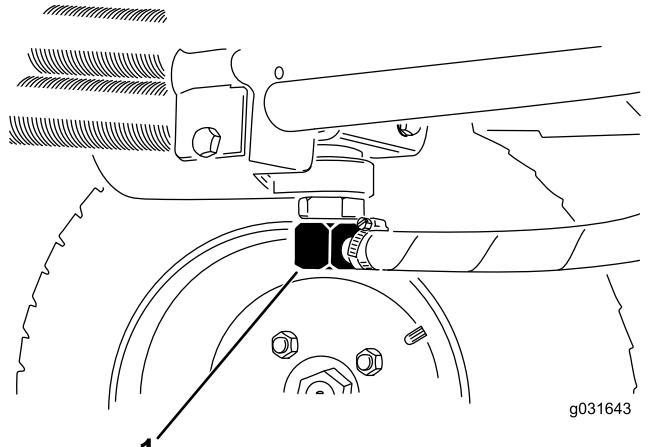

Bild 65
2. Klemmen Sie die Hydraulikölleitung ab oder entfernen den Hydraulikölfilter und lassen das Hydrauliköl in ein Auffanggefäß ablaufen (Bild 67 und Bild 65).
3. Montieren Sie die Hydraulikölleitung, wenn kein Öl mehr ausströmt (Bild 65).